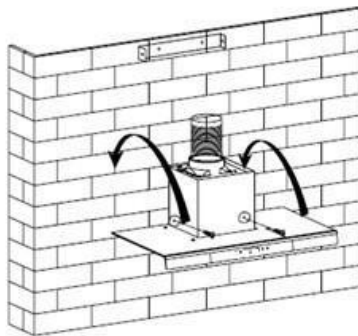

Abb. 5
5. Dunstabzugshaube am Anhänger fixieren. Siehe Abbildung 5.